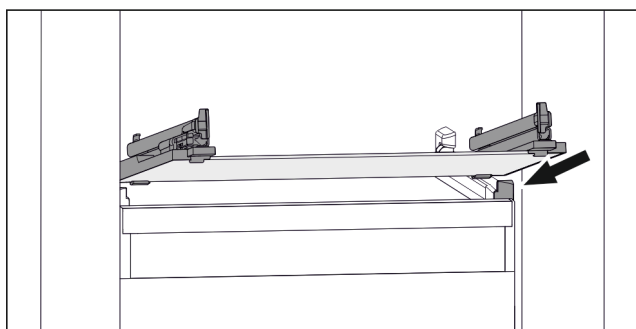

Fig. 122 Príklad zobrazenia sklenenej dosky
- Nasadte sklenenú dosku šikmo za záračkami. (pozri Fig. 122)